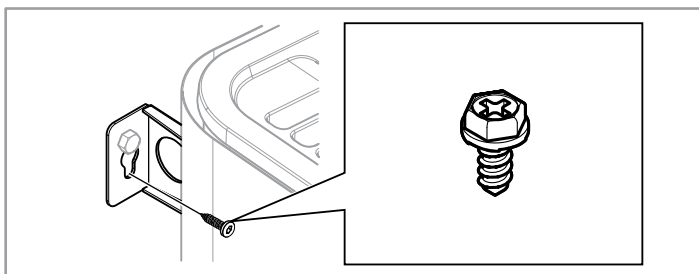

Figure 15 : Vis de verrouillage de support
10. Bloquez le poêle en place avec la vis de verrouillage (voir figure 15).